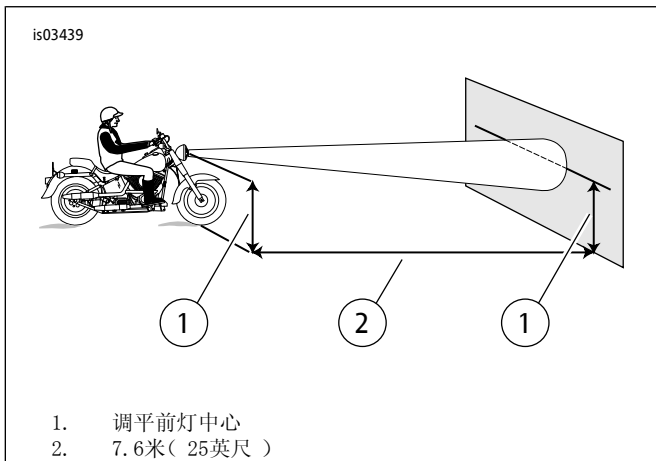

图7。前灯调整
3. 参见图7。定位摩托车，使其距离隔板或墙壁7.6 m (25 ft)。测量前车轴紧下方至墙壁或隔板底座的距离。